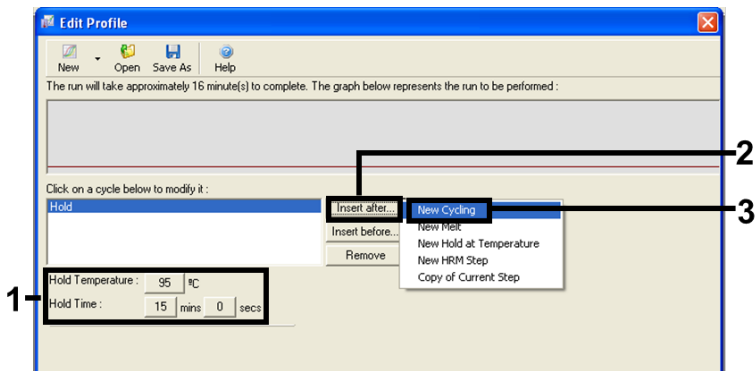

Abbildung 5. Erster Inkubationsschritt bei 95 °C
7. Stellen Sie die Werte im Feld Hold Temperature (Haltetemperatur) auf 95°C (95 °C) und den Wert unter Hold Time (Haltedauer) auf 15 mins 0 secs (15 Min. 0 Sek.) ein. Klicken Sie auf Insert after (Einfügen nach) und wählen Sie dann New Cycling (Neuer Zyklus) (Abbildung 5).